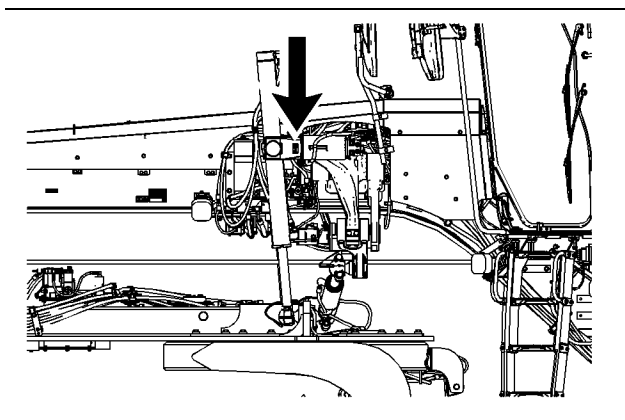

Ilustración 145
7. Instale cuatro cables de amarre en la parte delantera de la máquina. El tubo del eje delantero se usa como punto de amarre delantero. Los amarres están identificados con una etiqueta que muestra una posición de amarre. Consulte la ilustración 145 .